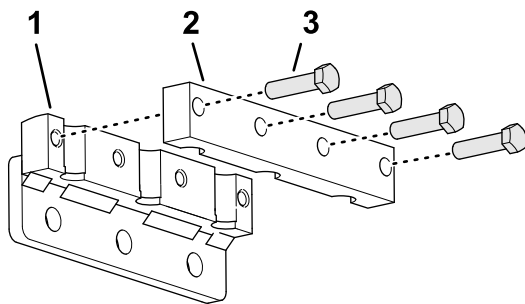

Figure 40
1. Fixez légèrement la bride de sur le porte-louchets (Figure 40) à l'aide de 4 boulons ($\frac{3}{8}$ x $1\frac{1}{2}$ po). Ne serrez pas les boulons.